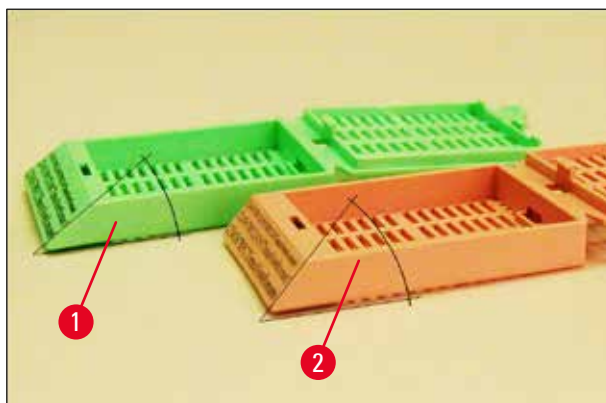

Fig. 8
- O ângulo (→ "Fig. 8"), medido da parte inferior, pode ser 35° (→ "Fig. 8-1") ou 45° (→ "Fig. 8-2").